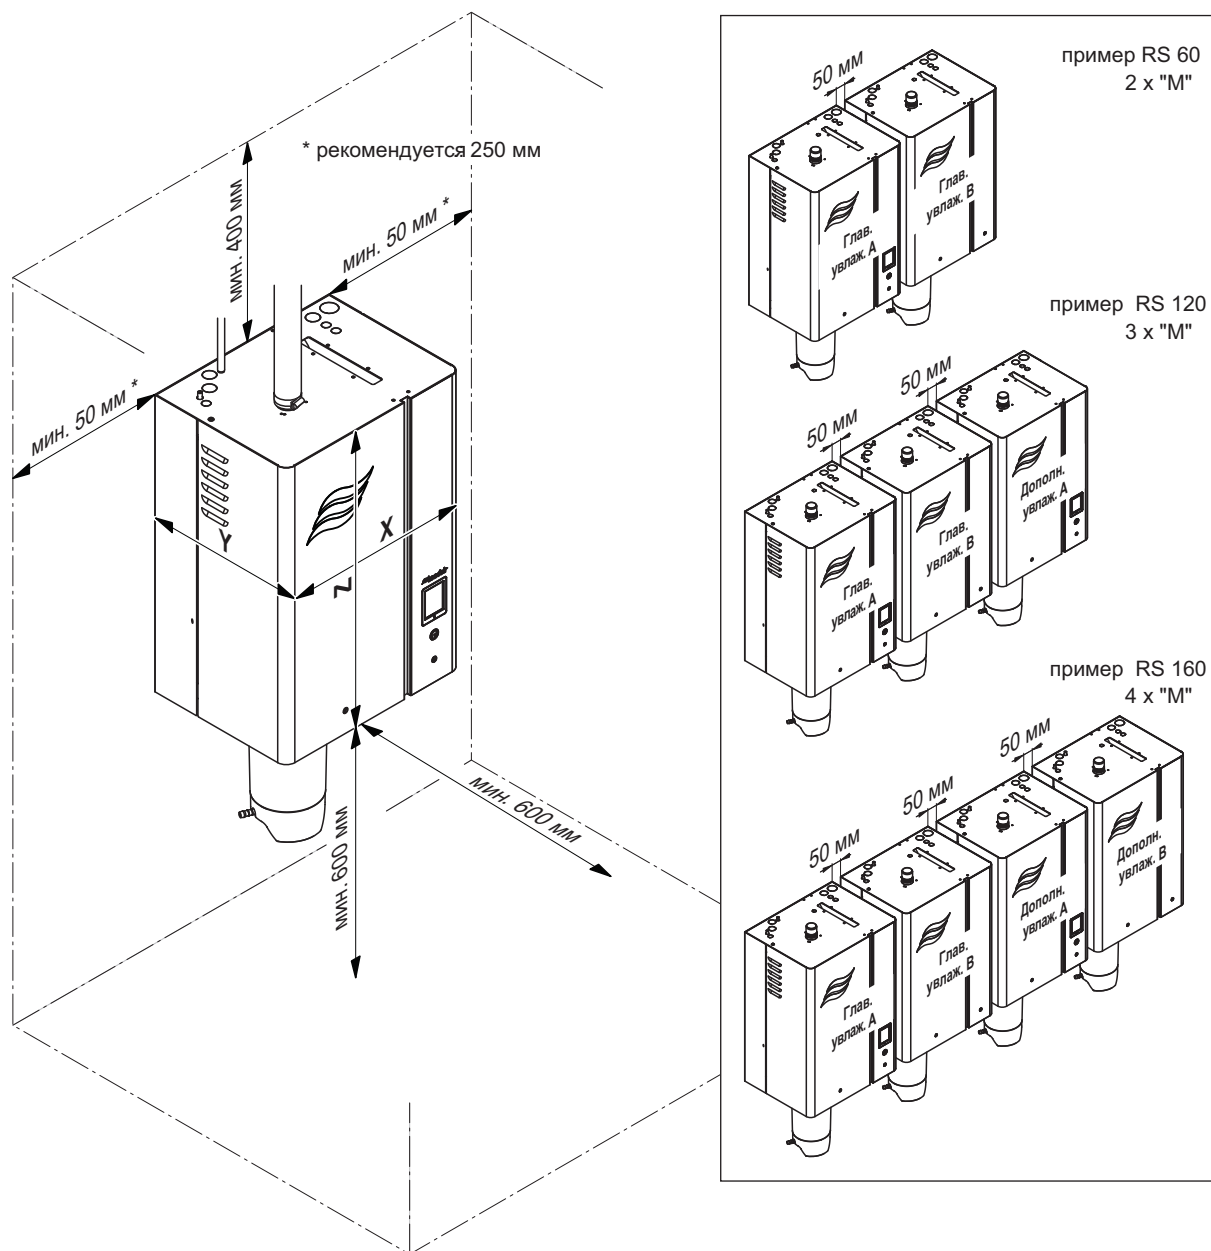

Рис. 9. Монтажные зазоры
- Увлажнитель Condair RS должен быть установлен с учетом свободного доступа для проведения технического обслуживания. Необходимо соблюдать минимальные расстояния, показанные на рис. 9.
- Кабели, идущие в комплекте со сдвоенными увлажнителями и с системами из нескольких увлажнителей, предполагают установку агрегатов на одной высоте с максимальным расстоянием между ними 50 мм в последовательности, показанной на рис. 9.